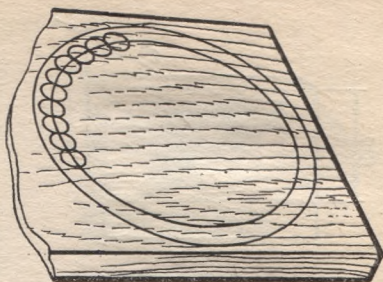

Рис. 47. Получение отверстия большого диаметра.
1. Разметить отверстие (рис. 47). Провести окружность ра-